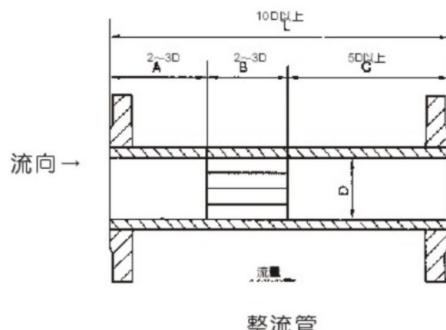

图 6-3 程流管示意图
- 为了消除回流，流速分布不均匀和旋流的影响，可在上游安装整流器，（整流器的构见图 6-3）此时流量计上游部分的直管长度 $L=10D$ 即可，若为 $15\sim20D$ ，则测量精度可达到标定精度。